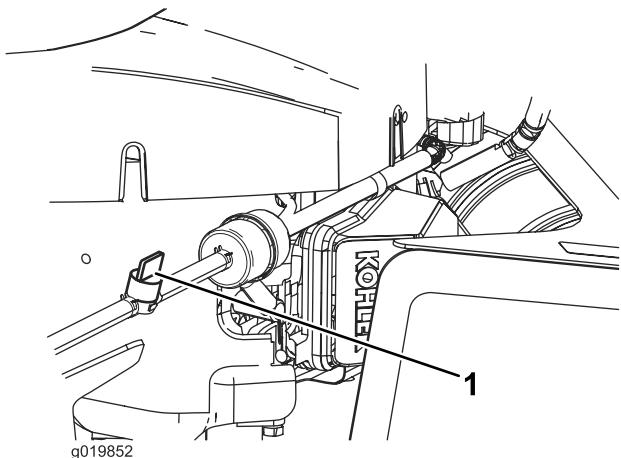

Figura 38
4. Gire la válvula de cierre del combustible a la posición de cerrado (Figura 38).
5. Apriete los extremos de la abrazadera en el lado del motor de la válvula de cierre, y deslícela por el tubo de combustible, alejándola de la válvula (Figura 38).
6. Retire el tubo de combustible de la válvula (Figura 38). Abra la válvula de cierre del combustible y deje que la gasolina se drene en un recipiente.
3. Gire la válvula de cierre del combustible a la posición de cerrado (Figura 38).
7. Gire la válvula de cierre del combustible a la posición de abierto (Figura 38).